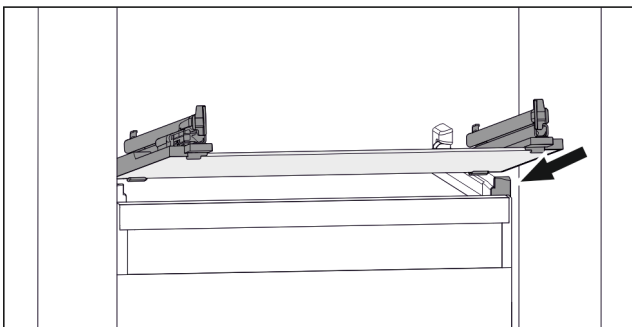

Fig. 98 Beispielhafte Darstellung der Glasplatte
- ▶ Glasplatte schräg hinter den Stopperrahmen aufsetzen. (siehe Fig. 98)